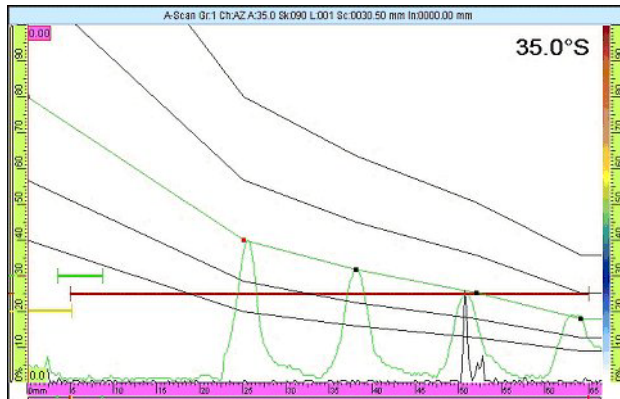

Рис. 6-8 Проверка кривой DAC
3. Выполните сканирование каждого отражателя и убедитесь, что все они находятся на кривой DAC (см. Рис. 6-8 на стр. 174).